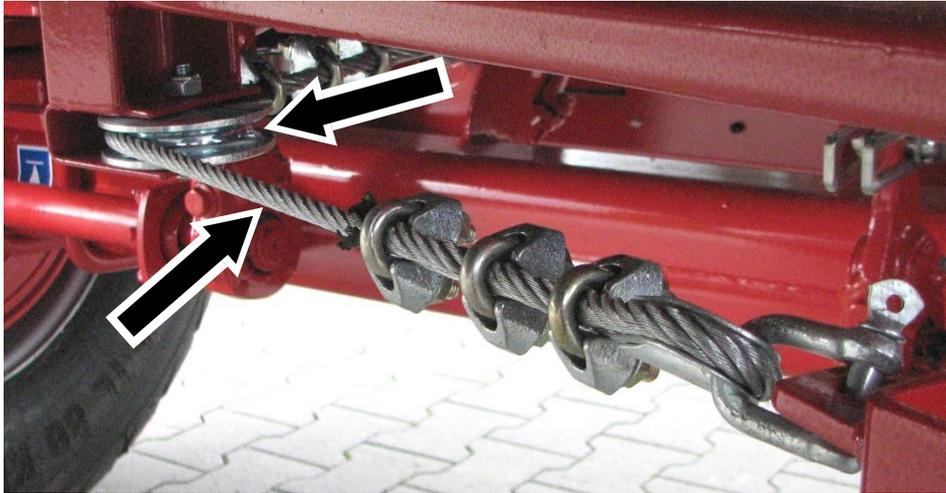

Abbildung 57: Umlenkrolle und Bremsseil einfetten
- ⇒ Fetten Sie das Bremsseil und die Umlenkrolle mit einem Pinsel ein (siehe Abbildung 57).